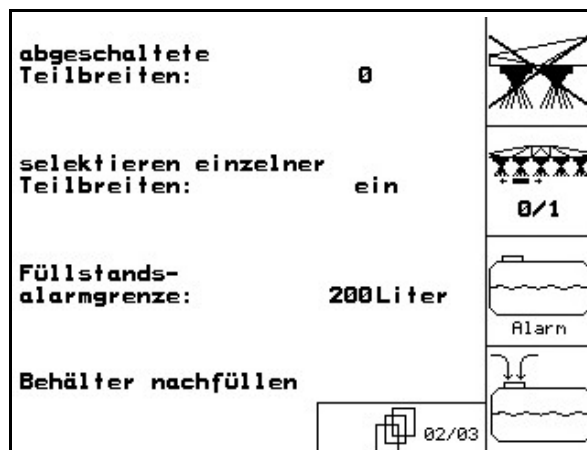

Рис. 23
- Посредством функционального поля  Вы можете постоянно отключать отдельные линии. Отображенная цифра (Рис. 23/1) информирует о количестве постоянно отключенных линий (цифра 0 = нет отключенной линии). К тому же смотрите главу "Постоянное включение / отключение линий", страница 39).
→ На дисплее появляется либо слово "вкл" (Рис. 23/2) (функция включена) или "выкл" (функция отключена).